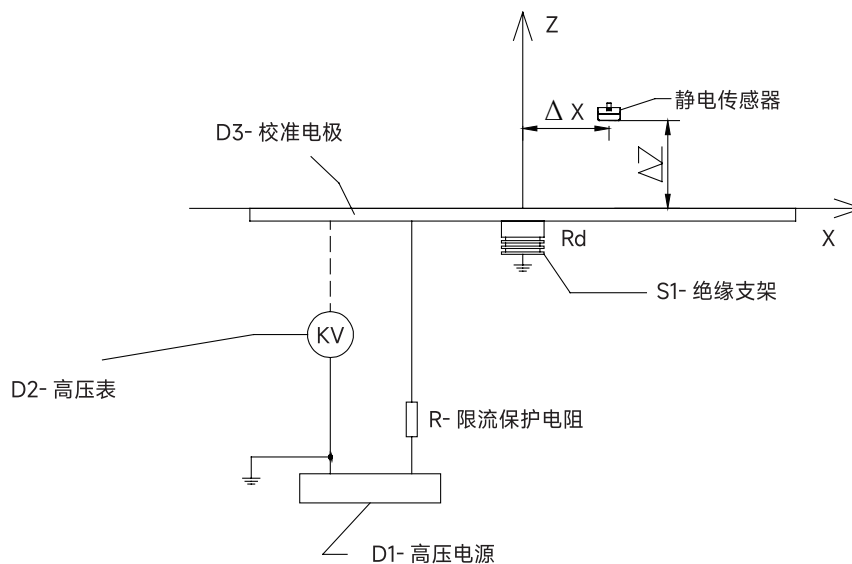

图 9 传感器测试装置示意图
► 测试分为垂直测试和水平测试，传感器测试装置示意图 9 如下：